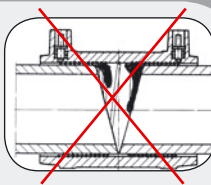

Fig. 1
- 1** Pregătirea pentru montarea conductelor. Tăiați conducta în unghi drept, perpendicular pe axul acesteia folosind un ferăstrău pentru materiale sintetice cu un dispozitiv care menține direcția perpendiculară sau folosind un utilaj pentru tăierea țevilor din PE. Tăierea neadecvată a conductelor poate duce la descoperirea unor părți ale radiatorului, ceea ce va duce la supraîncălzire în timpul lipirii la cald și la scurgerea materialului. (fig. 1)